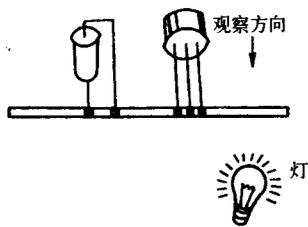

图 1-26 观察电路板示意图
⑥ 观察电路板上元器件与铜箔线路连接情况、观察铜箔线路走向时,可以用灯照着,如图 1-26 所示。将灯放置在有铜箔线路的一面,在装有元器件的一面可以清晰、方便地观察到铜箔线路与各元器件的连接